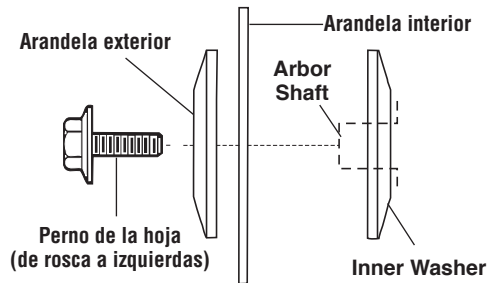

Figura 2. Herrajes de la hoja
- Quite el perno de la hoja, la arandela exterior y la hoja. No quite la arandela interior (Figura 2).